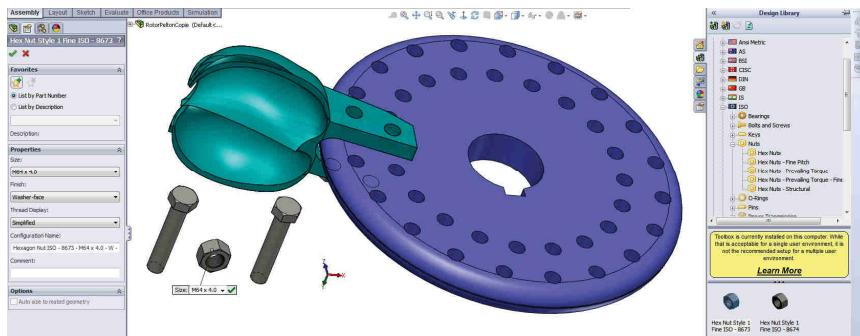

Fig. 3.34
**7 Inserare piuliță hexagonală ISO 8673-M56x4.0, fig. 3.34:**
**7 Insertion of a ISO 8673-M56x4.0 hexagonal nut, fig. 3.34:**